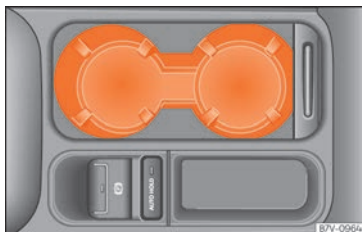

Fig. 169 Consola central delantera: portabebidas.
- Para abrir, desplazar la cubierta hacia atrás »» fig. 169.